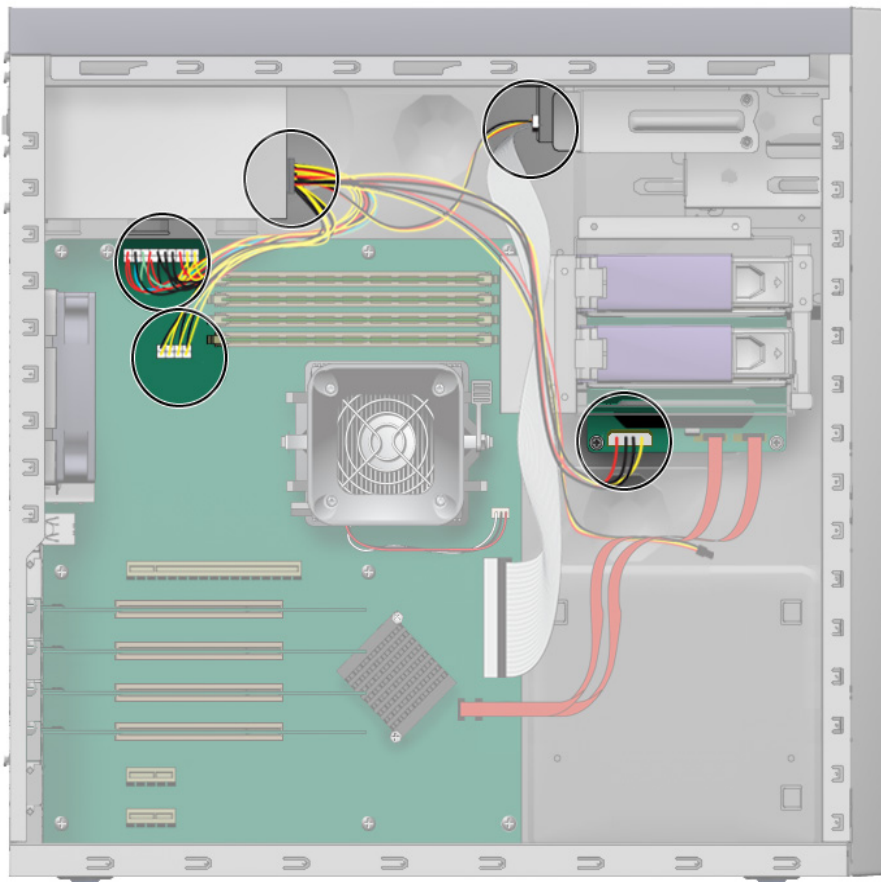

图 4-27 主板上的电源连接位置
4. 从主板上拔出电源连接插头，并解开电缆固定扣（参见图 4-27）。
5. 拔出连接到主板、DVD 光盘驱动器和 SATA 背板的电源连接器（参见图 4-27 和表 4-4）。
6. 重新连接电源电缆（参见图 4-27 和表 4-4），并用电缆固定扣将电缆固定。